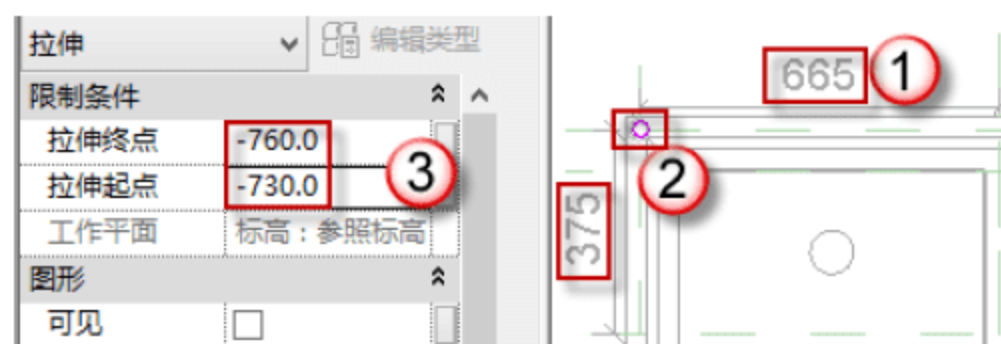

图 8.2.47 子弹脚上部
(15) 子弹脚上部是半径为 15mm，高度为 30mm 的圆柱。返回到“楼层平面-参照标高”平面，选择“创建”→“拉伸”→“圆形框”命令，参照原参考线定位，绘制图框，在“属性”面板中编辑“拉伸起点”和“拉伸终点”的数值 (-730, -760)，然后单击√按钮，如图 8.2.47 所示。